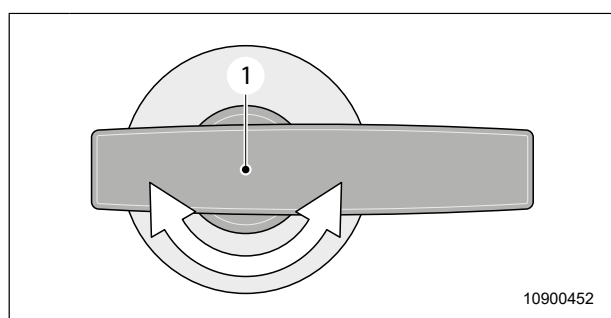

Fig. 50 Avtappningsventil för avloppsvattentank
1. Öppna avloppstankens avtappningsventil (Fig. 50, pos. 1) och låt avloppsvattnet rinna ut helt på lämplig avfallshanteringsstation.
2. Stäng avtappningsventilen till avloppsvattentanken (Fig. 50, pos. 1).